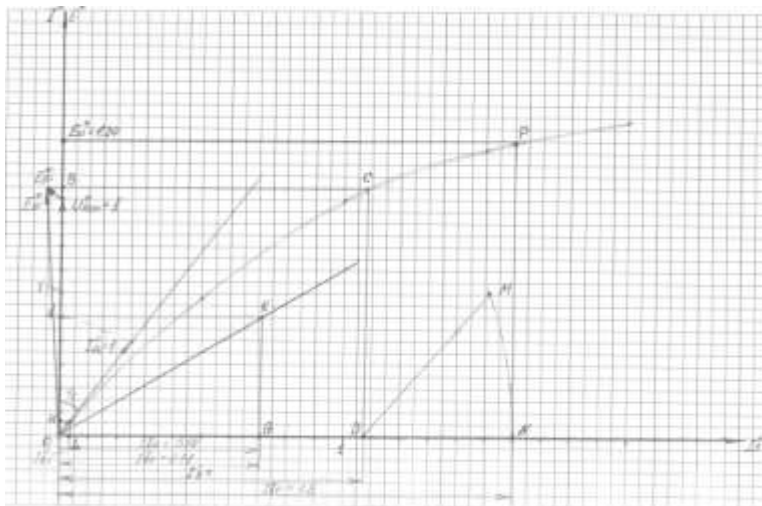

Рисунок 36. Практическая диаграмма ЭДС СГ
- 3) Строим практическую диаграмму (рис.36):